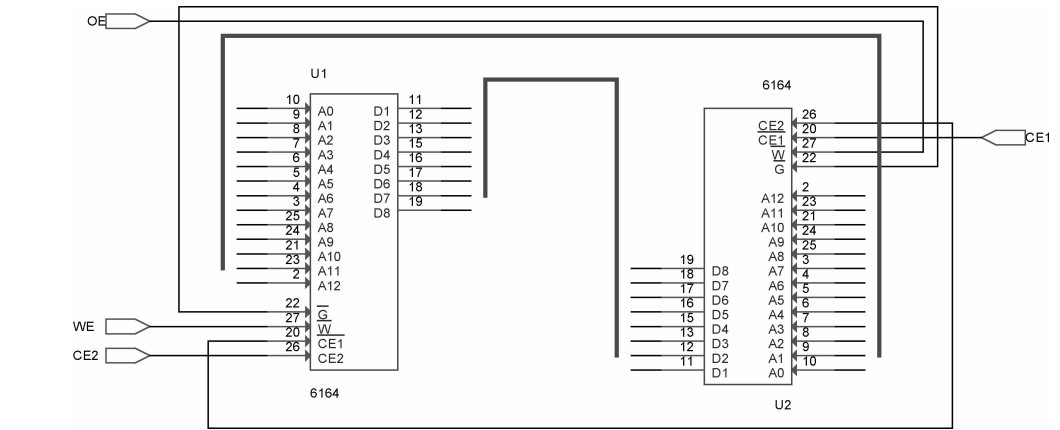

图 6-252 放置总线
4) 绘制总线。选择菜单栏中的“Place（放置）”→“Bus（总线）”命令，或单击“Draw（绘图）”工具栏中的“Place bus（放置总线）”按钮，也可以按下快捷键 ，这时鼠标变成十字形状，激活总线操作，放置好的总线如图 6-252 所示。